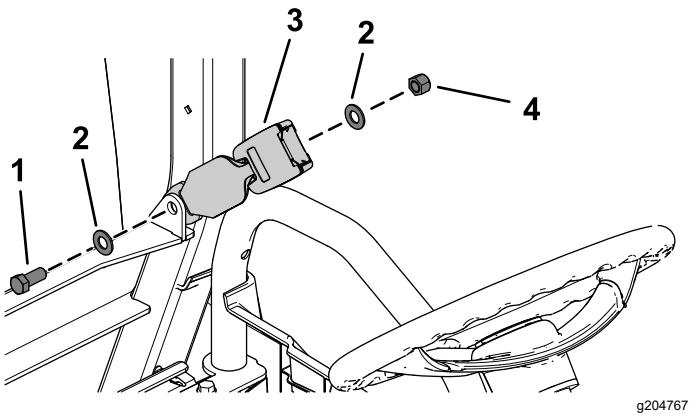

图 27
1. 如图 27 所示用凸缘头螺栓 7/16 x 1 英寸、2 个扁平垫圈 7/16 英寸和锁紧螺母 7/16 英寸安装座椅闩锁。